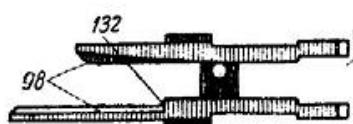

Рис. 32
3. Изгиб перьев колодки ударно-спускового механизма (98 на рис. 32).